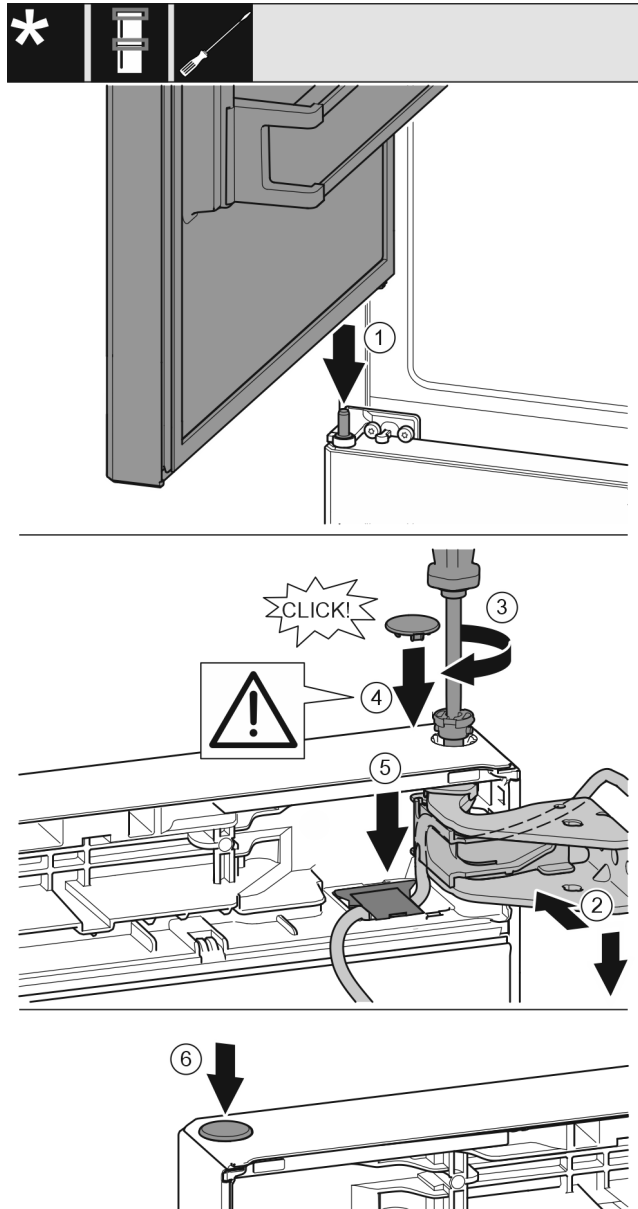

Fig. 42
- Bovenste deur op de middelste lagerbout plaatsen Fig. 42 (1)
- Deur boven uitlijnen op de opening in de lagerbus. Fig. 42 (2)
- Bouten aanbrengen en met schroevendraaier T15 vastschroeven. Fig. 42 (3)
- Veiligheidsafdekking voor de veiligheid van de deur monteren: Veiligheidsafdekking aanbrengen en controleren of deze op de deur rust. Anders bout volledig aanbrengen. Fig. 42 (4)
- Afdekking plaatsen en naar onder drukken tot deze vergrendelt. Fig. 42 (5)
- Stop aanbrengen. Fig. 42 (6)